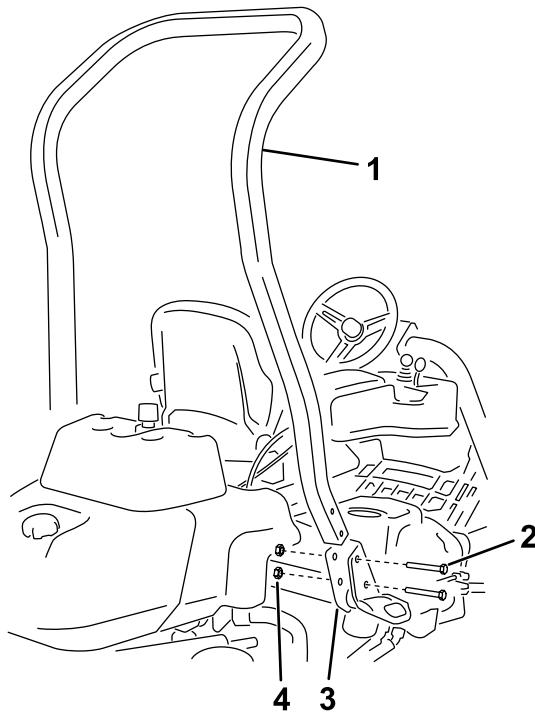

Bild 3
3. Befestigen Sie den Überrollbügel mit vier Schrauben ( $\frac{1}{2}$ " x  $3\frac{3}{4}$ ") und vier Bundmuttern ( $\frac{1}{2}$ ") an den Halterungen für den Überrollsitz an jeder Seite der Maschine, wie in Bild 3 abgebildet.